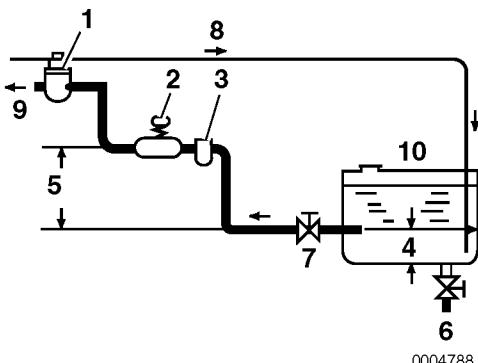

Figure 3
Installez la conduite de carburant du réservoir à carburant à la pompe d'injection de carburant comme indiqué dans Figure 3.
Le carburant/séparateur d'eau recommandé (Figure 3, (3)) (en option) est installé au niveau de la section centrale de cette conduite.